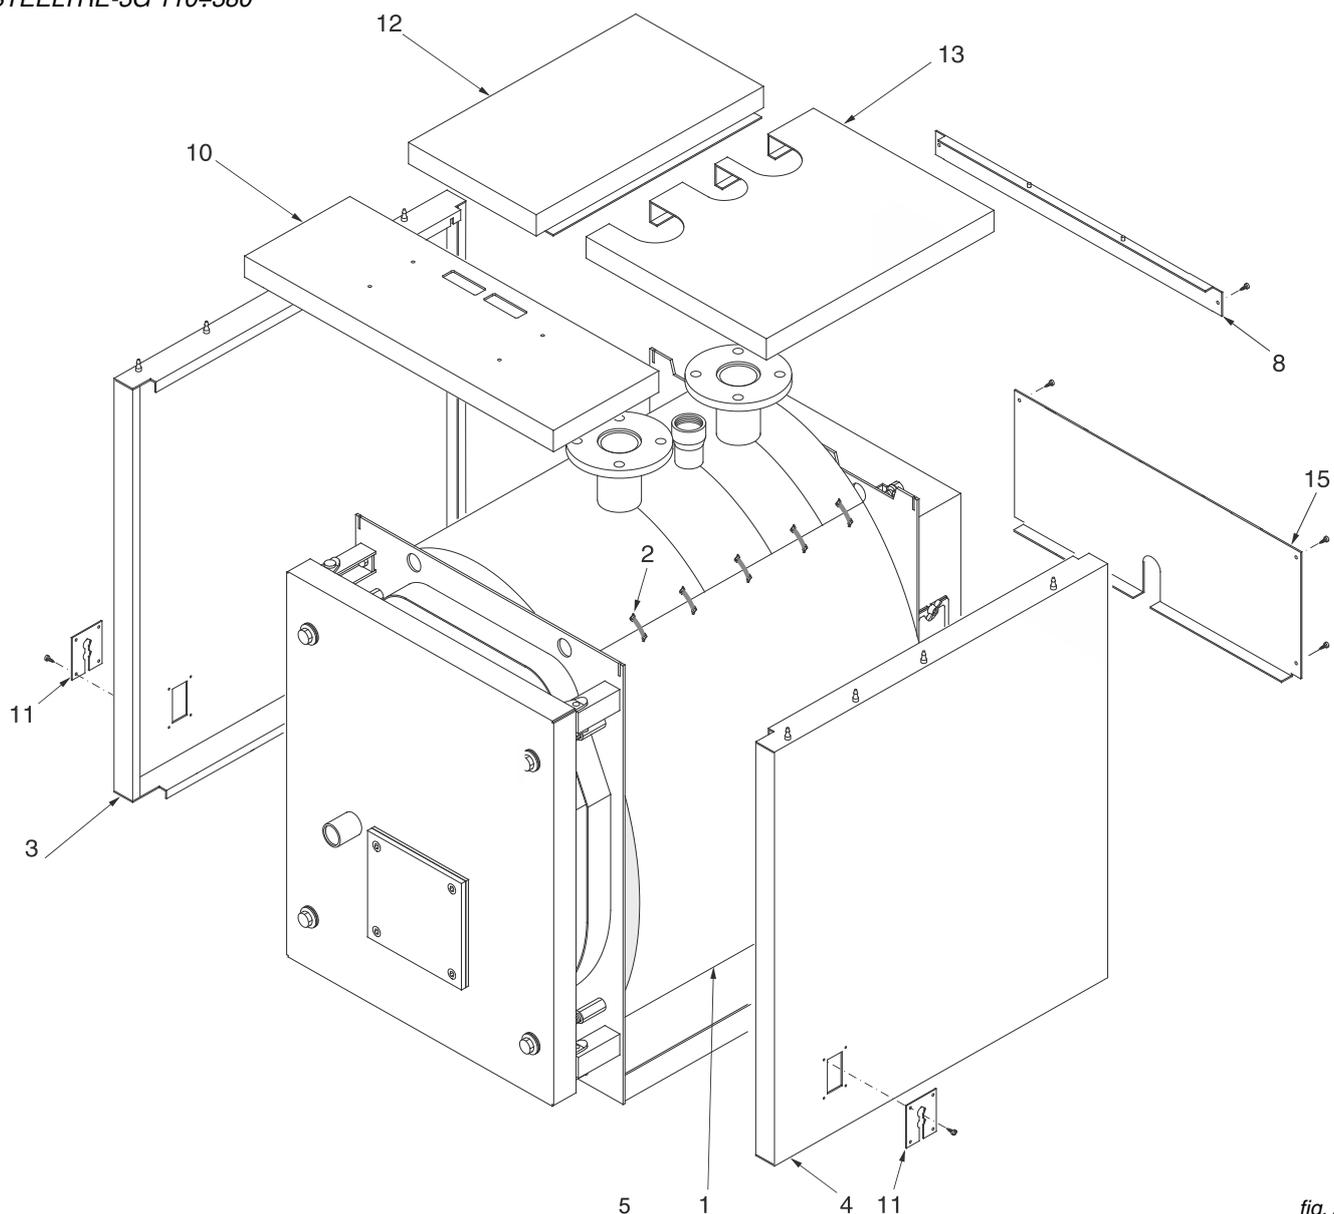

fig. 26
N.B. Per i modelli compresi tra **STEELTRE-3G 110** e **STEELTRE-3G 380** (rif. fig. 26 e 27), il mantello e l'isolamento sono contenuti in 1 imballo marcato:
Sequenza di montaggio (Rif. fig. 26 e 27)